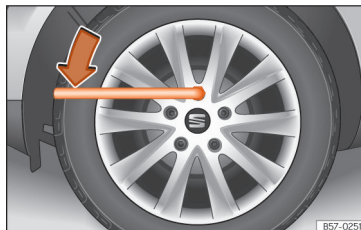

Fig. 190 Troca de roda: desapertar os parafusos de roda.
- Encaixe a chave de rodas no parafuso, até ao máximo »» **Fig. 190**.